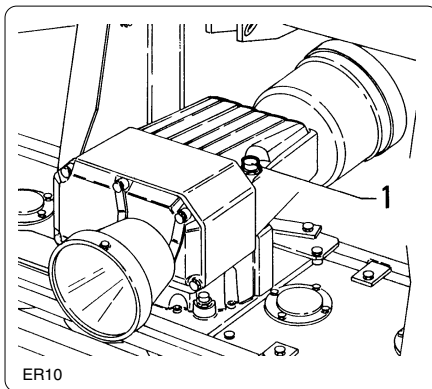

fig. 7.4.4
- Check the oil level in the reduction unit (fig. 7.4.4) by means of the level rod of plug "1".
- Contrôler le niveau d'huile du réducteur (fig. 7.4.4) avec la jauge du bouchon "1".